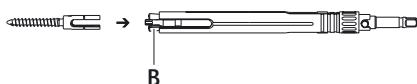

Fig. 4
- Introduire les vis pédiculaires à l'extrémité de travail de la douille de serrage **B**, voir Fig. 4.